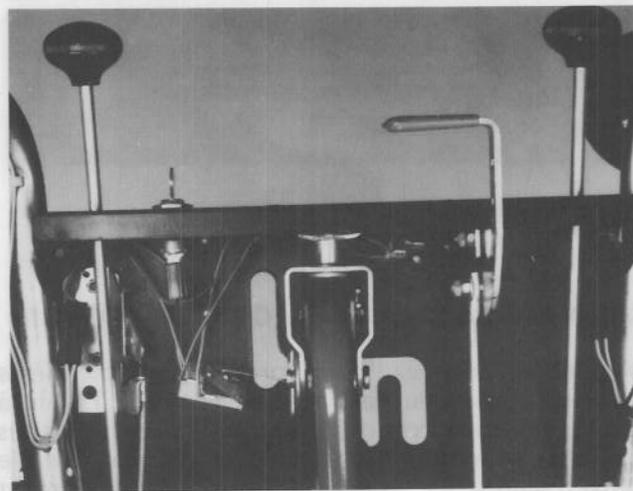

Figure 31
1. Lubrifiez les pivots des tringleries de commande avec quelques gouttes d'huile (Fig. 31). Essayez l'excès d'huile et de graisse.